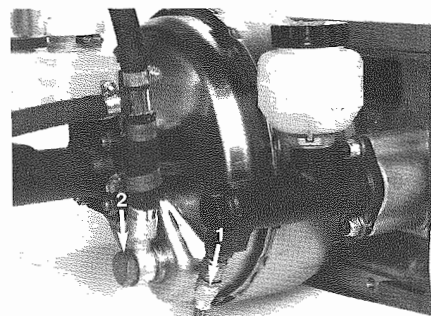
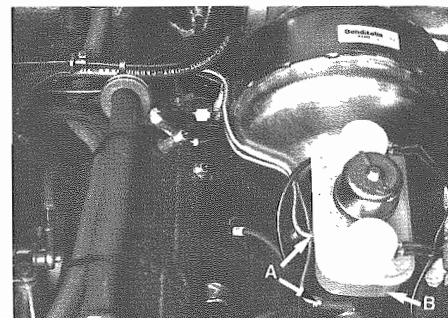

Fig. 8 - 1 - Raccordo di mandata olio
Fig. 9 - A - Tubi mandata olio
- Smontare i tubi olio (Fig. 9) e depressione (Fig. 8) al servofreno.
- Smontare il tubo olio sulla pompa frizione (Fig. 8).
- Disconnect oil pipes (Fig. 9) and vacuum pipes (Fig. 8) at brake booster.
- Disconnect clutch pump oil pipe (Fig. 8).